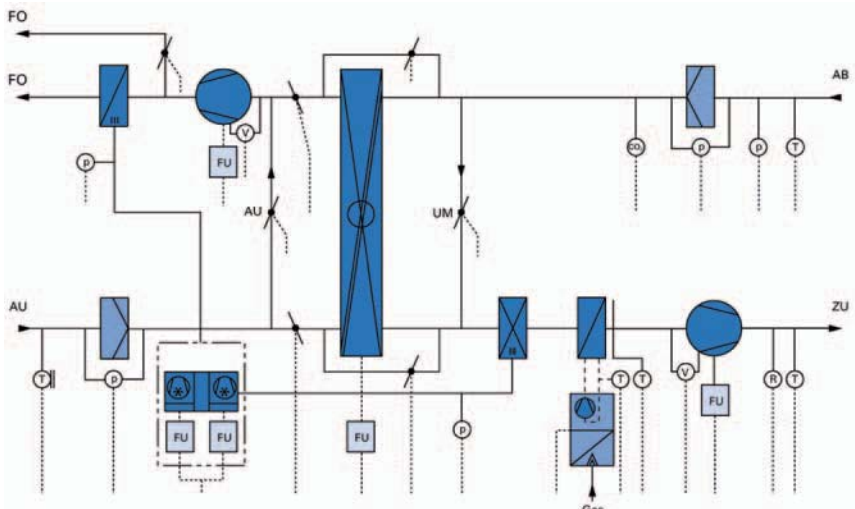

Abb. 10 RLT-Komplettgerät mit Direktkälte und Fortluftverflüssiger mit zusätzlicher Außenluft und Umluftbetrieb im Kühlfall
- mit Fortluftverflüssiger mit oder ohne zusätzlicher Außenluft; mit oder ohne Umluftbetrieb im Kühlfall (s. Abb. 10)